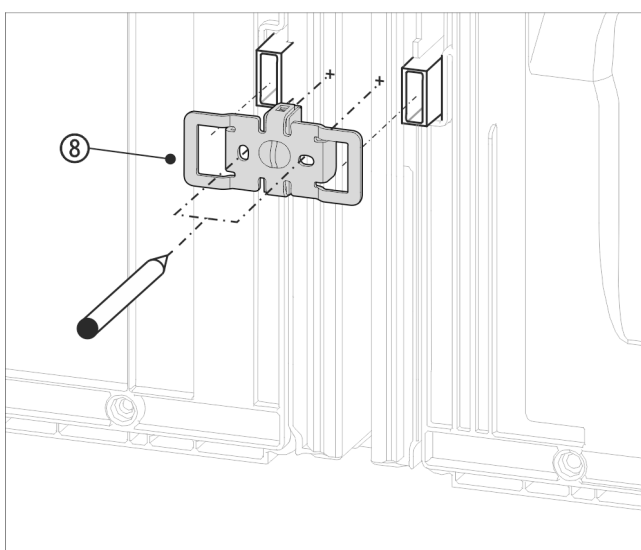

Fig. 17 例图
- 使用凹槽将角 Fig. 17 (8) 推入壁距调整垫片的插槽上方。